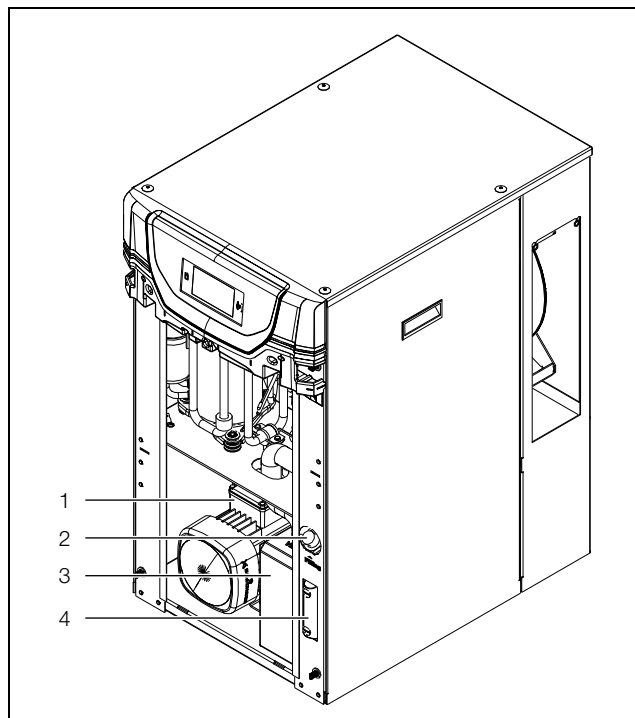

Рис. 20: Заполнение охлаждающей жидкостью
- Залейте охлаждающую жидкость через штуцер (рис. 20, поз. 2) в бак чиллера.
- Проконтролируйте уровень заполнения с помощью смотрового стекла (рис. 20, поз. 4). При появлении сообщения "низкий уровень жидкости" необходимо добавить ок. 7 литров охлаждающей жидкости.